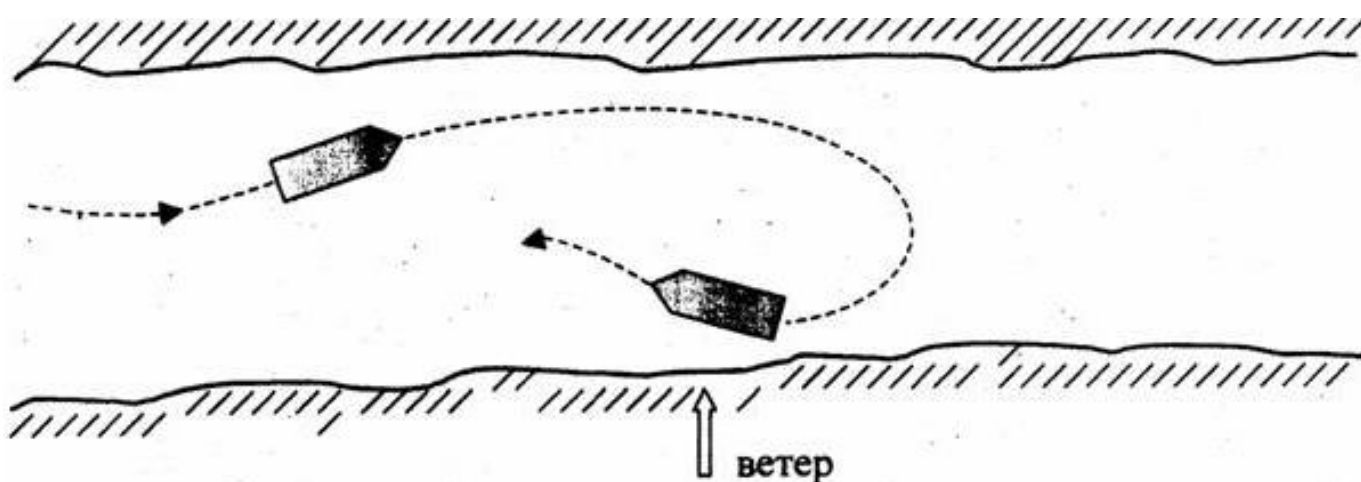

Рис.25 Поворот на обратный курс при наличии сильного бокового ветра
8. При наличии сильного бокового ветра поворот на обратный курс следует производить «на ветер» чтобы избежать навала судна на берег. Это правило особенно необходимо соблюдать при поворотах в узких участках (рис. 25).